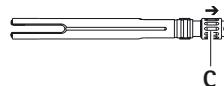

Abb. 1
- Klemmschraube C so weit in Pfeilrichtung zurückdrehen, bis das Gewinde Richtung Arbeitsende sichtbar wird, siehe Abb. 1.